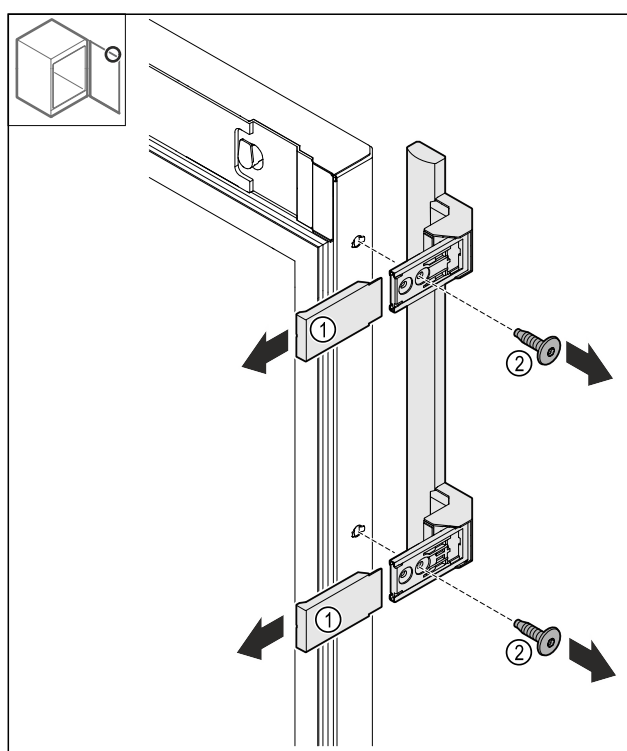

Fig. 25
- Afdekkingen Fig. 25 (1) wegtrekken.
- Schroeven Fig. 25 (2) losmaken.